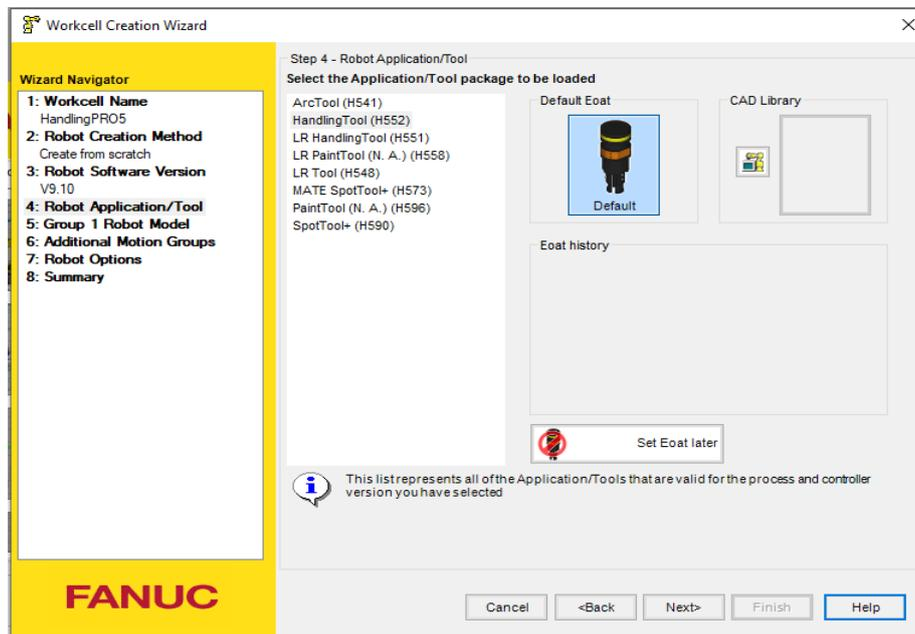

Рис. 5.4 Выбор типа программного обеспечения
6. На четвёртом шаге выбираем тип программного обеспечения (рис. 5.4). По умолчанию – *HandlingTool*. В случае сварочного применения выбираем – *ArcTool*. Далее нажимаем кнопку *Next>*.